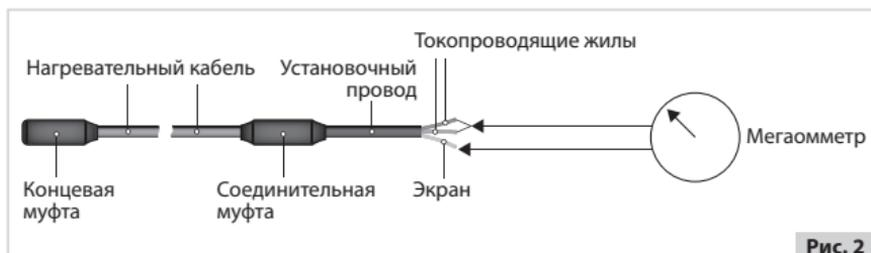

Рис. 2
- 4.8. До и после монтажа секции нагревательной необходимо проверить электрическое сопротивление токопроводящих жил и сопротивление изоляции (рис. 2), результаты занести в Протокол измерений – Приложение 1 настоящего Руководства по эксплуатации.